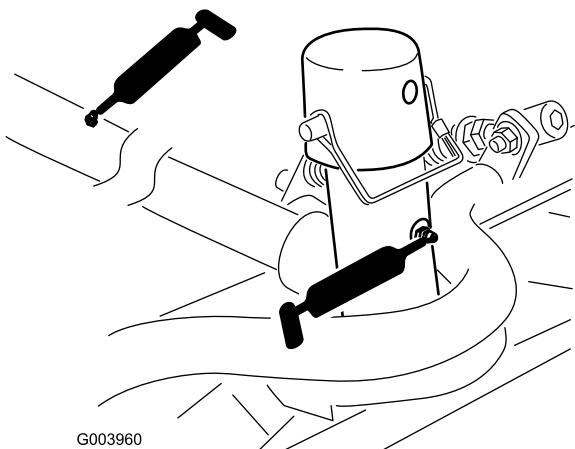

Bild 103
- Mähwerkträgerrahmen und Drehzapfen (2) (Bild 103)